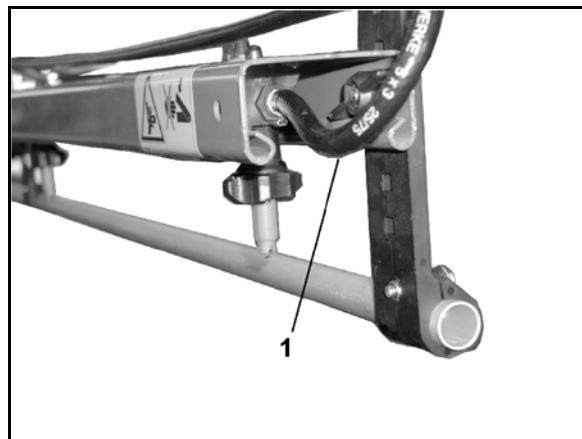

Fig. 122
- DUS-koblingsventilen (Fig. 122/1)
- DUS-trykkbegrensningsventilen (Fig. 122/2). DUS-trykkbegrensningsventilen er fast innstilt fra produsentens side og reduserer trykket i trykkomløpssystemet med 1 bar.
- Når DUS-koblingsventilen er i posisjon (Fig. 122/A), er trykkomløpssystemet tilkoblet.
- Når DUS-koblingsventilen er i posisjon (Fig. 122/B), er trykkomløpssystemet frakoblet.
- Er DUS-koblingsventilen i posisjon (Fig. 122/C), kan det tappes væske fra sprøyten.